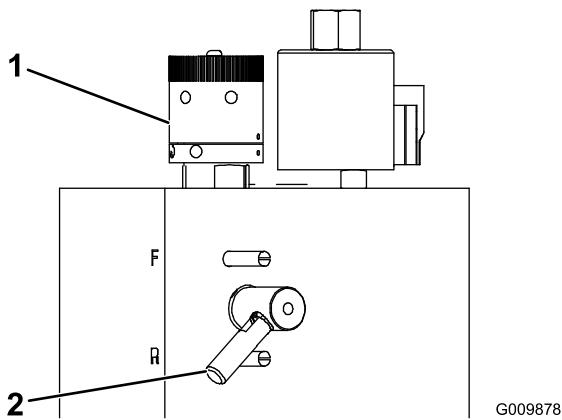

Figure 33
2. Tournez le bouton de commande de vitesse des cylindres (Figure 33) à la position correspondant au numéro trouvé à l'étape 1.